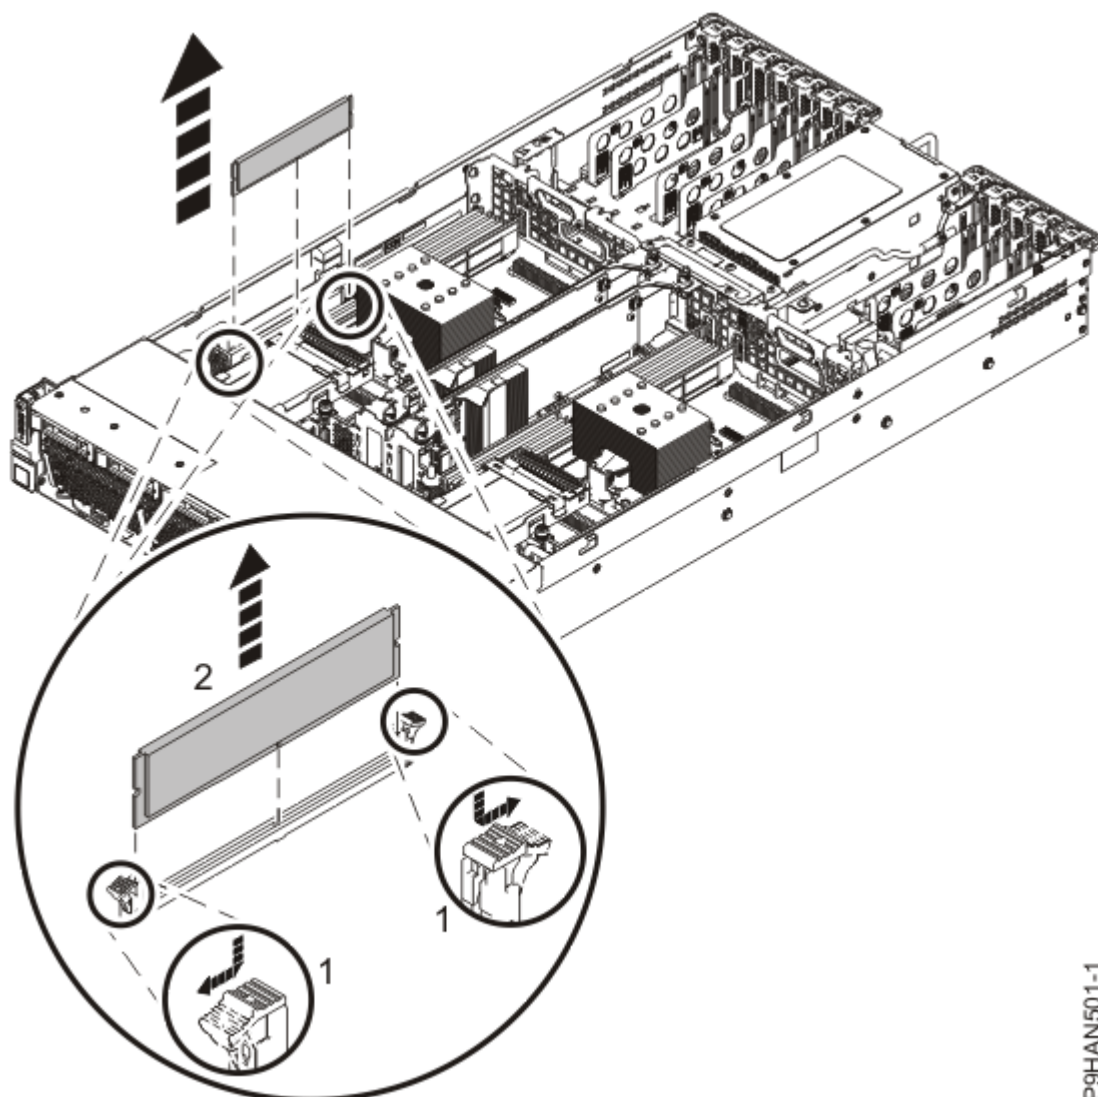

Figura 21. Remover um módulo de memória
3. Para desbloquear o módulo de memória do seu conector, empurre ambas as patilhas de bloqueio simultaneamente afastando-as do módulo na direcção apresentada em Figura 21 na página 27.